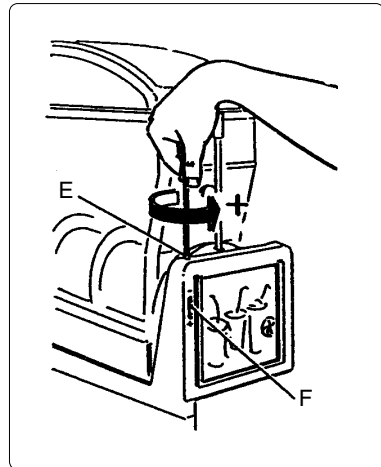

Abb. 9
- b) Einstellung der Konsistenz: zur Änderungen der Konsistenz des Produkts die Schraube (E) auf der Rückseite der Maschine einstellen (Abb. 9); durch Drehen in Uhrzeigerichtung wird das wenig dicht, durch Drehen in Gegenuhrzeigerichtung wird es fester. Die Anzeige (F) zeigt den Grad der Konsistenz des Produkts an.